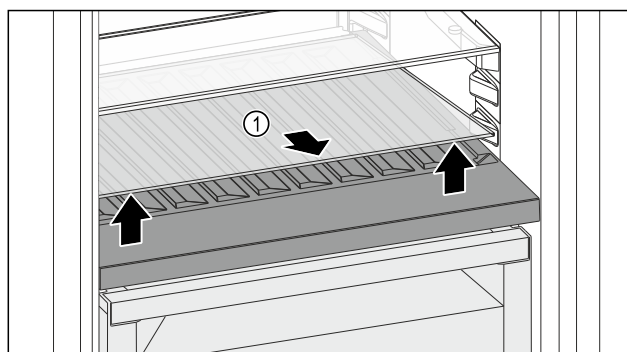

Fig. 140
- Skleněnou desku Fig. 140 (1) zvedněte za vybrání vpředu a vyjměte ji.
- Skleněnou desku Fig. 140 (1) uložte bezpečně mimo spotřebič.